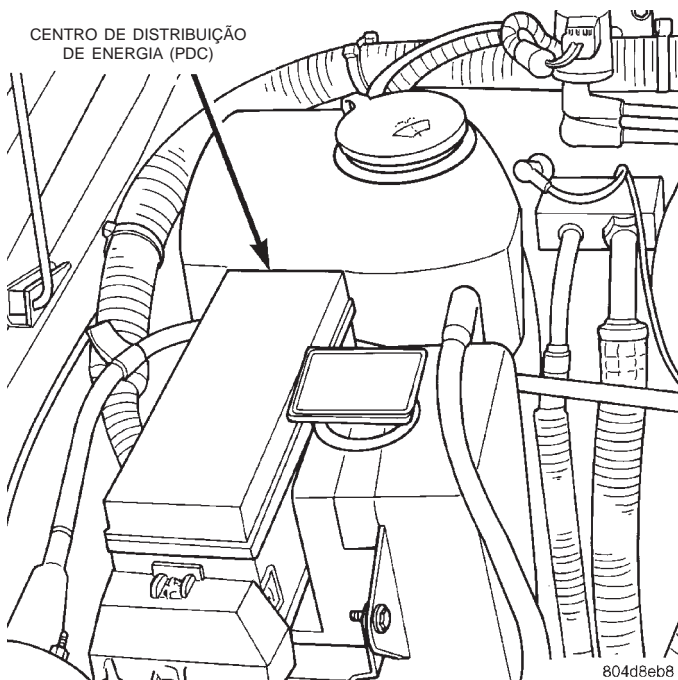

Fig. 18 Centro de Distribuição de Energia (PDC)
(2) Verifique as conexões do cabo da bateria. Certifique-se de que elas estão limpas e bem presas.
(3) Verifique o relé da bomba de combustível e o relé do acoplador do compressor do ar-condicionado (se equipado). Verifique as conexões do relé de ASD. Verifique as conexões do relé do motor de arranque. Verifique se há sinais de danos físicos ou de corrosão nos relés. Os relés estão localizados no Centro de Distribuição de Energia (PDC) (Fig. 18). Consulte a etiqueta na tampa do PDC para localizar o relé.